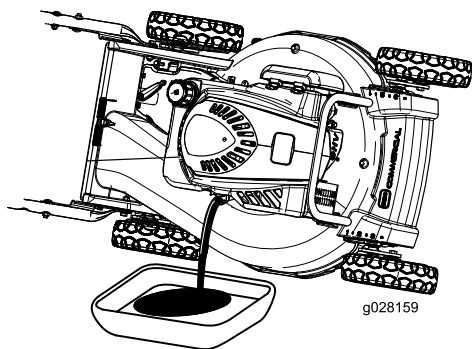

Figura 23
4. Coloque la máquina de lado con la varilla de aceite hacia abajo para drenar el aceite usado a través del tubo de llenado de aceite (Figura 23).